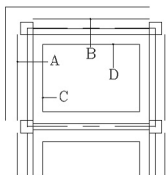

图 5.7 修整大放脚
- (4) 如图 5.7 所示, 用【圆角】命令修改 A 和 B 偏移得到的直线。